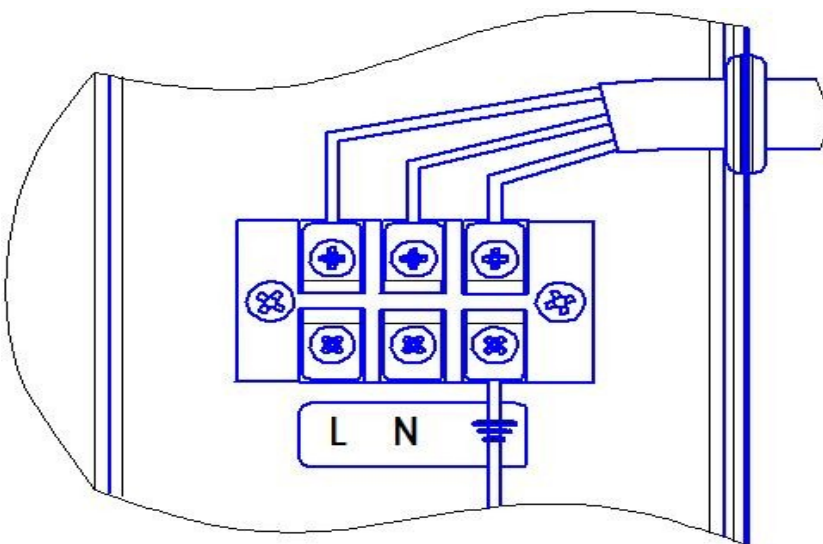

Рис.3 Схема подключения к электросети
- Подключить ЭВН-К к электросети 220В, 50Гц (рис.3), для чего вводной кабель пропустить через кабельный ввод. Фазный провод и нулевой провод следует подключить в соответствии с маркировкой на клеммную колодку.